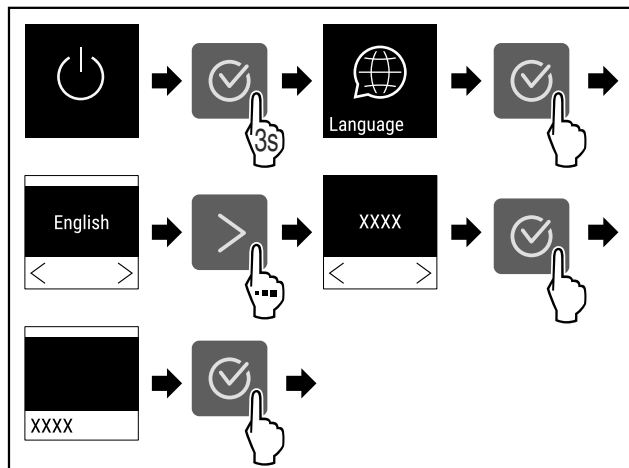

Fig. 50
- ▶ Efectuați pașii de acțiune (vezi Fig. 50).